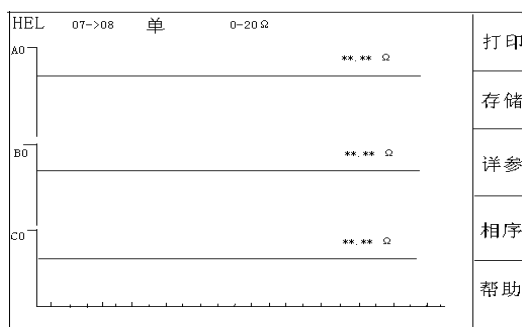

图 11
1. 按【测试】键仪器显示各路的充电时情况，如图11所示，右侧变动的数据为每一路测到的电压值。当右侧变动的数据基本稳定，则充电完毕，这时按【确定】键开始测试。
屏幕画面如图11所示：表示仪器正在捕捉被测开关的切换过程，此时不想进行测试可长按【退出】键结束测试。